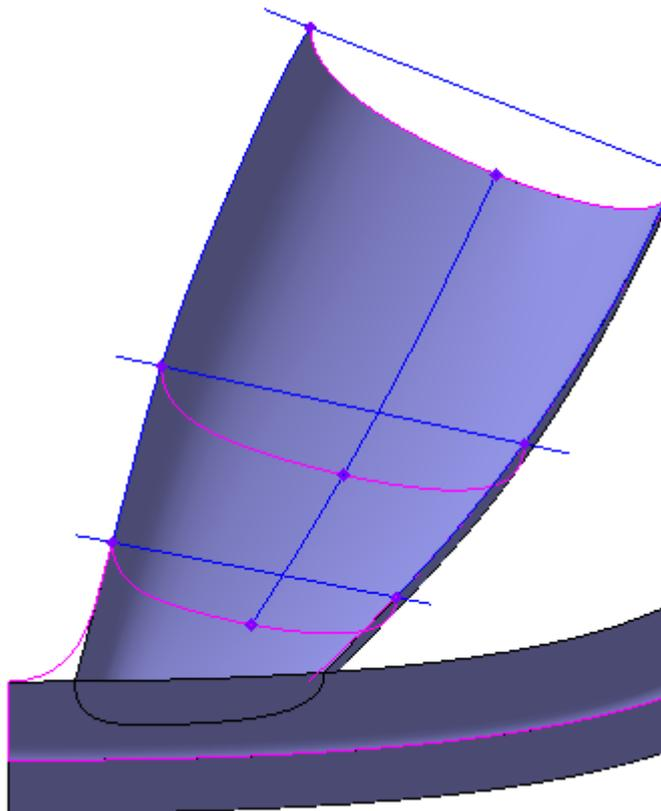

Рисунок 47.
□ Нажмите кнопку Создать объект .(рис.47).